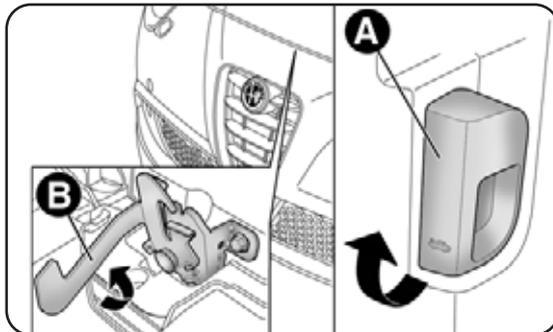

fig. 66
- puxar a alavanca A-fig. 66 no sentido indicado pela seta;